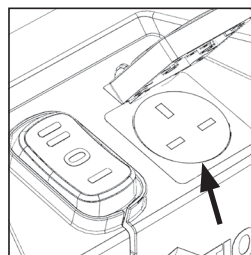

FIG. 1
- Branchez la fiche secteur de l'outil électrique sur la prise de la fiche de l'aspirateur sur le corps principal. **(Fig. 1)**